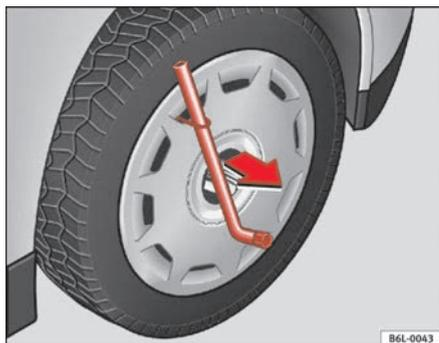

Fig. 125 Retirar embellecedor integral
- Retire el embellecedor integral de la rueda con el gancho de alambre. ⇒ fig. 125.